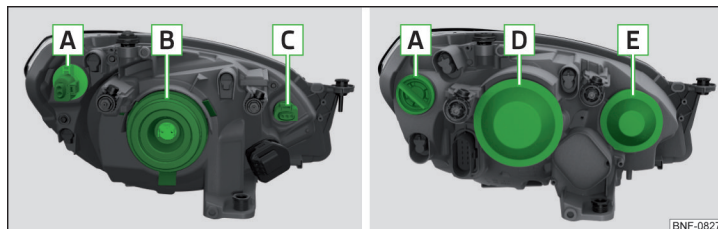
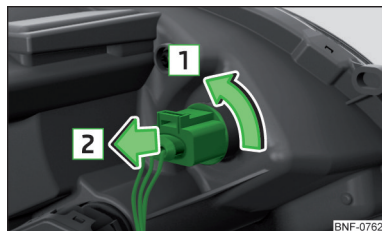

Bild 171 Huvudstrålkastare: variant 1/variant 2
Bild 173
Glödlampornas arrangemang » bild 171
- Vrid sockeln med glödlampen **C** » bild 171 på sidan 144 så långt det går i pilens riktning **1** » bild 173.
- Ta bort skyddsskåpan **D** resp. **E** » bild 171 på sidan 144.
- Sätt i skyddsskåpan **D** resp. **E** » bild 171 på sidan 144.